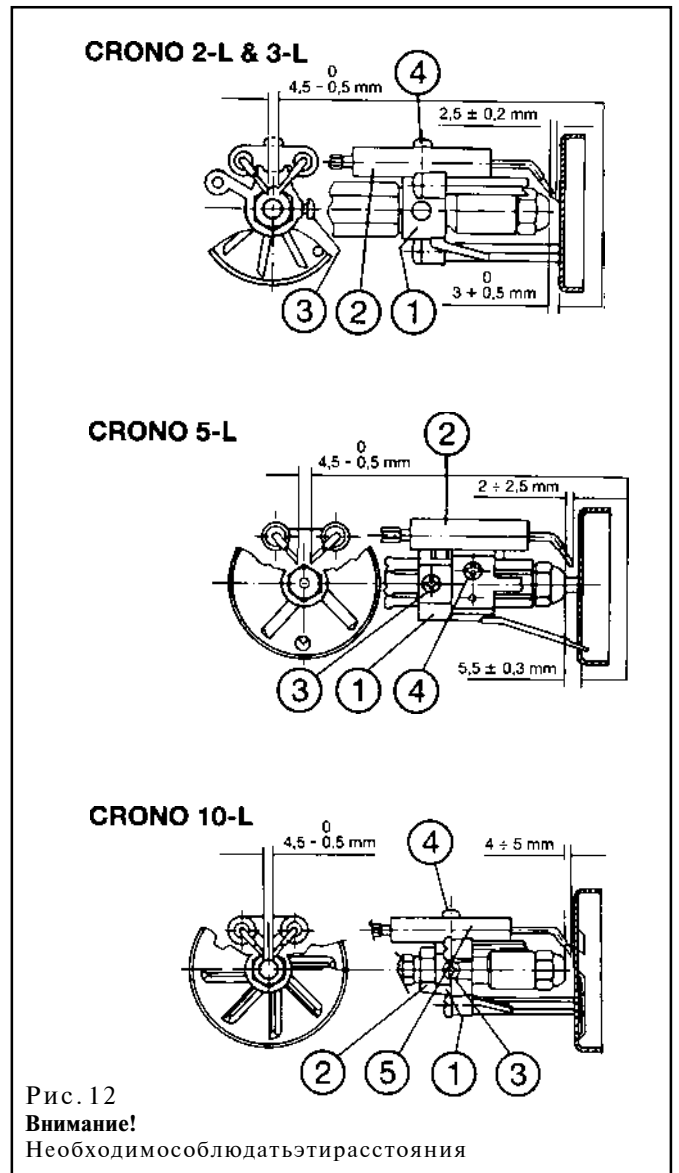

Рис. 12
Отвинтитьвинт3длянастройкистабилизаторапламении винт 4 для регулировки электродов поджига 2 (Рис. 12).
Прижать суппорт стабилизатора пламени 1 к форсункодержателю 2 и закрепить винтом 4, а затем можно переместить электроды 5, сохраняя установочные зазоры, как показано на рис. 12а.
Рис. 12а
- удалить из прохода форсункодержателя суппорт стабилизатора пламени 8, после отвинчивания винта 3 (Рис. 12а);